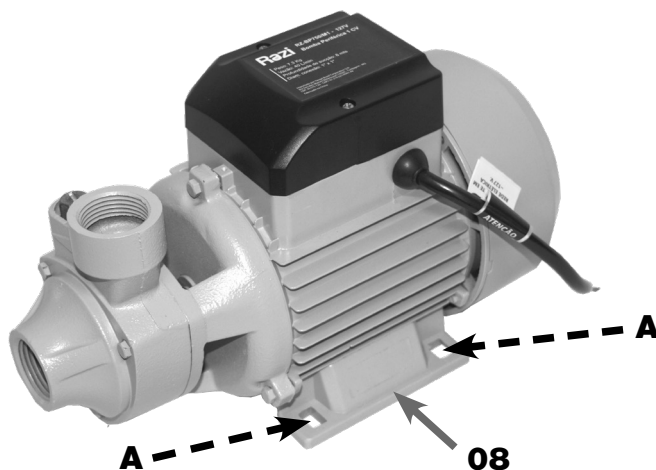

FIGURA 04 - Base de Fixação
A sua fixação deve ser feita por parafusos (não fornecidos) pelos furos oblongos **A** da Base de Fixação (08) (figura 04).